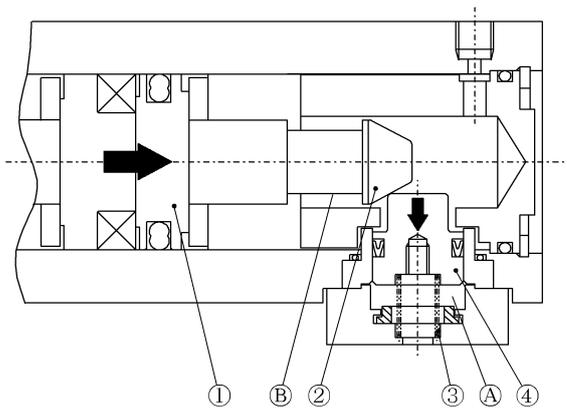

図 1
- (a) シリンダのピストン①がストロークエンドに近づくと、ストップピストン④はスリーブ②の斜面にそって押し上げられます。(図 1)